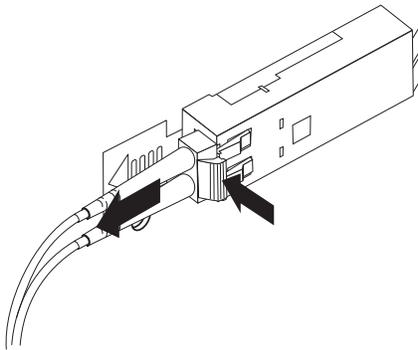

Figura 3-15. Removendo o cabo Fibre Channel LC-LC
2. Enquanto pressiona a alavanca do cabo para baixo, puxe cuidadosamente o conector para remover o cabo do módulo SFP, como mostra a Figura 3-15.